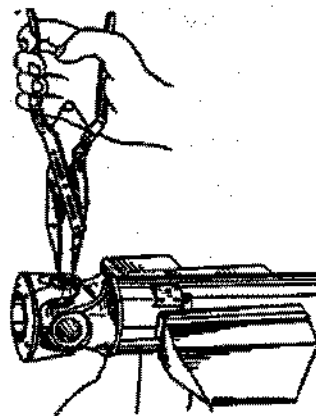

Fig. 3-43. Remoção dos anéis de retenção
- b) Posicionar o cardã em uma morsa e remover os anéis de retenção das cruzetas (fig. 3-43);